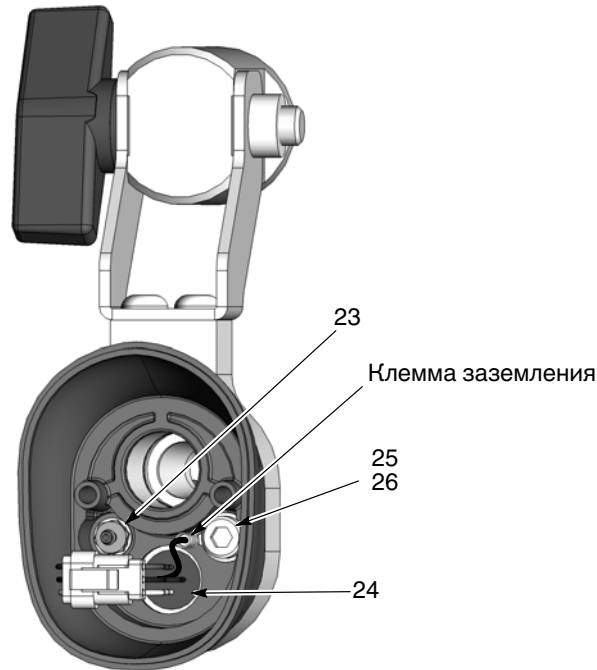

Рис. 15 Разборка распылителя – замена гнезда для кабеля и заершенного ниппеля
5. Вставить миниатюрную отвертку с плоским жалом в паз разъемов жгута проводов и отсоединить жгут проводов гнезда (24) от жгута проводов блока питания.
6. См. рис. 15. Отсоединить прозрачный шланг воздушной очистки электрода от завершенного ниппеля (23) внутри заднего корпуса.
- a. См. рис. 15. При помощи 4-мм ключа-шестигранника вывернуть винт с шестигранным шлицем (25) с шайбой (26), отсоединить клемму заземления.
- g. См. рис. 15. При помощи винта с шестигранным шлицем и шайбы (25, 26) присоединить клемму заземления к торцевой крышке.
16. См. рис. 15. Присоединить трубку воздушной очистки к завершенному ниппелю, а жгут проводов блока питания – к жгуту проводов гнезда.